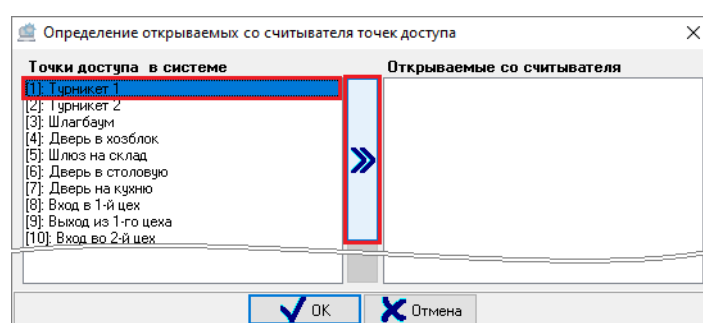

Рисунок 6-434 Привязка точки доступа к считывателю
- выделите точку доступа в поле «Точки доступа в системе» и нажмите кнопку переноса (см. Рисунок 6-434);